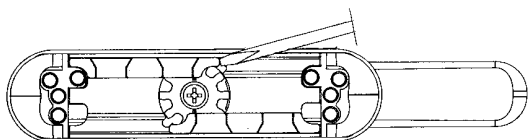

Fig. 3
- Rimuovere gli scorrevoli e le cremagliere (fig. 3)
- Remove the sliders and the racks (fig. 3)
- Retirer les coulants et les crémaillères (fig. 3). Tourner la poignée en veillant à l'amener du côté opposé à l'entraxe de 98 mm choisi (fig. 4).
- Retirar las guías de deslizamiento y las cremalleras (fig. 3)